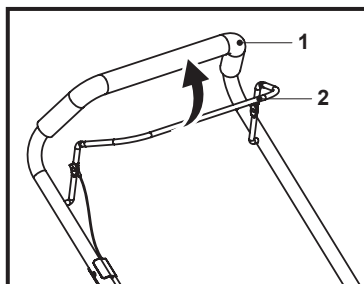

Fig. 10
1. Trage înapoi maneta de frână (2) și ține-o lipită de mânerul de prindere (1) la pornirea motorului. Ține-o apăsată în timpul utilizării (Fig. 10).
2. Eliberează maneta de frână (2) pentru a opri motorul.
1. Trage înapoi maneta de frână (2) și ține-o lipită de mânerul de prindere (1) (Fig. 10).